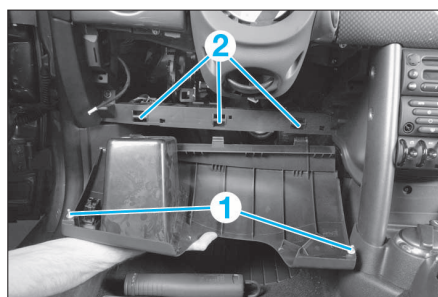

FIG. 6
- Déclipser le vide-poches côté conducteur, sous la colonne de direction des clips (1) (Fig.6).
- Basculer le vide-poches et l'extraire des clips (2) en débutant par la droite.